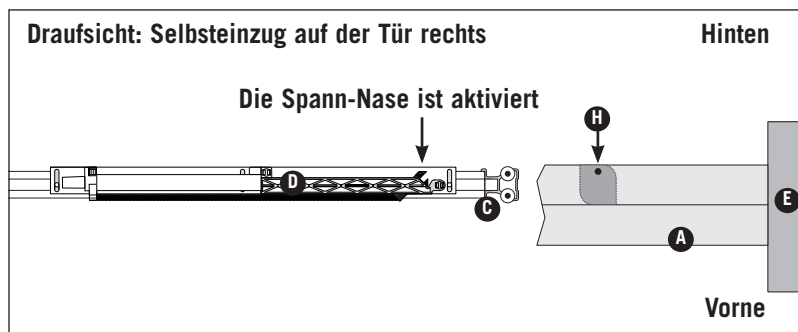

Bild 10 ▲
Der Selbststeinzug (D) auf der Tür (C) ist rechts montiert. Der Mitnehmer (H) zeigt nach hinten. (Bild 10).